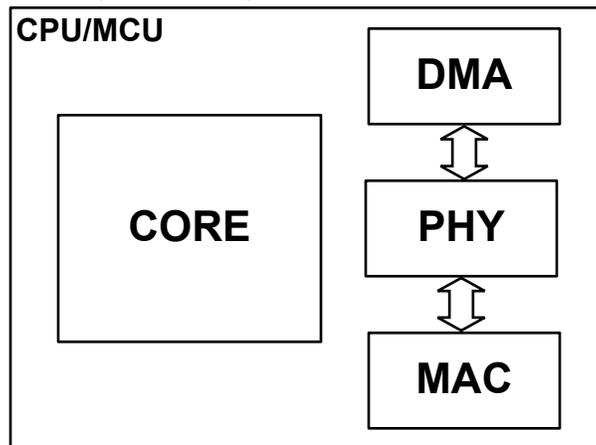

图 1-2. CPU 集成了 MAC 和 PHY
1. CPU 集成了以太网 MAC 和 PHY（参阅图 1-2）。